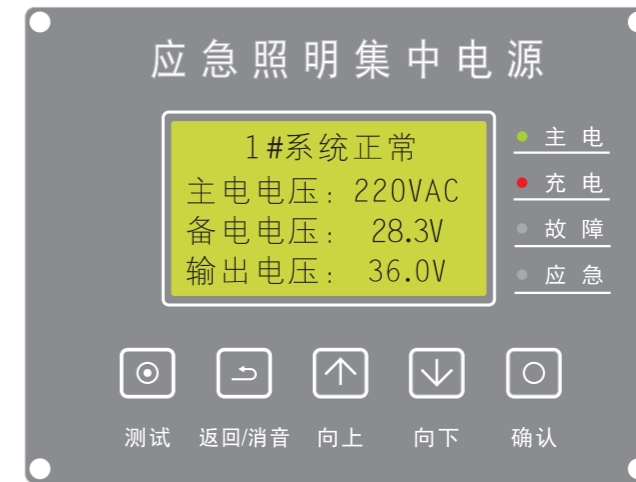

图5
(1)、系统正常: 在主屏时, 第一行显示设备当前工作状态, 下面显示各项电压参数。显示屏右侧指示灯显示当前电源及系统状态, 如图5所示。
(6)、系统应急：当AC220V主电电源停电后，设备进入应急状态，显示屏显示【N#系统应急】应急指示灯点亮（如图11）；当主电恢复后，系统自动恢复至正常状态，同时电池自动进行充电，如图5所示。